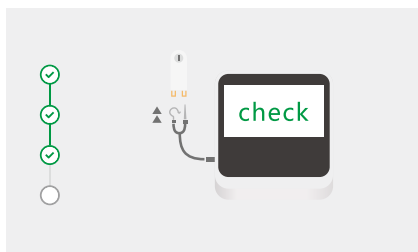

Рис. 35 Під'єднання тестера
- Під'єднайте затискач файлу і загубник (або ще один затискач) до колодки із зажимами на тестері, як показано на рис. 35.